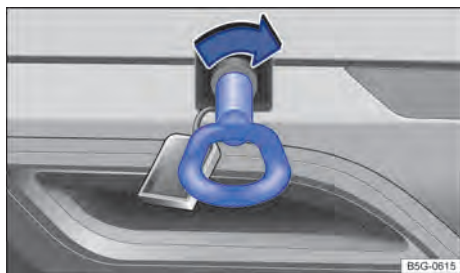

Fig. 221 No para-choque traseiro à direita: rosquear a argola de reboque.
O alojamento da argola de reboque rosqueável está localizado à direita do para-choque traseiro, atrás de uma cobertura → Fig. 221, → ❶.
- Girar a argola de reboque tão firmemente quanto possível **em sentido horário** na fixação → Fig. 221 → ❶. Utilizar um objeto apropriado com o qual a argola de reboque possa ser rosqueada totalmente e com firmeza no alojamento.
❶ NOTA